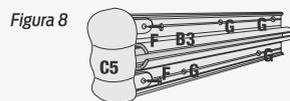

Figura 8
**3** La fijación de los terminales izquierdo y derecho (C3) debe ser hecha junto con la fijación del perfil base (B3) conforme figura 8.